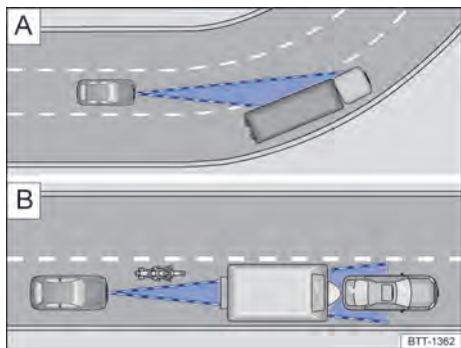

Fig. 96 [A] Condução em curva. [B] Veículos fora da área de alcance do sensor do radar
O sensor do radar sempre realiza as medições em sentido reto. Por isso, veículos em curvas fechadas podem ser acidentalmente detectados ou veículos a frente podem não ser detectados → Fig. 96 [A].
- Veículos que conduzem fora da área do sensor em pequena distância do próprio veículo, por exemplo, motocicletas → Fig. 96 [B].